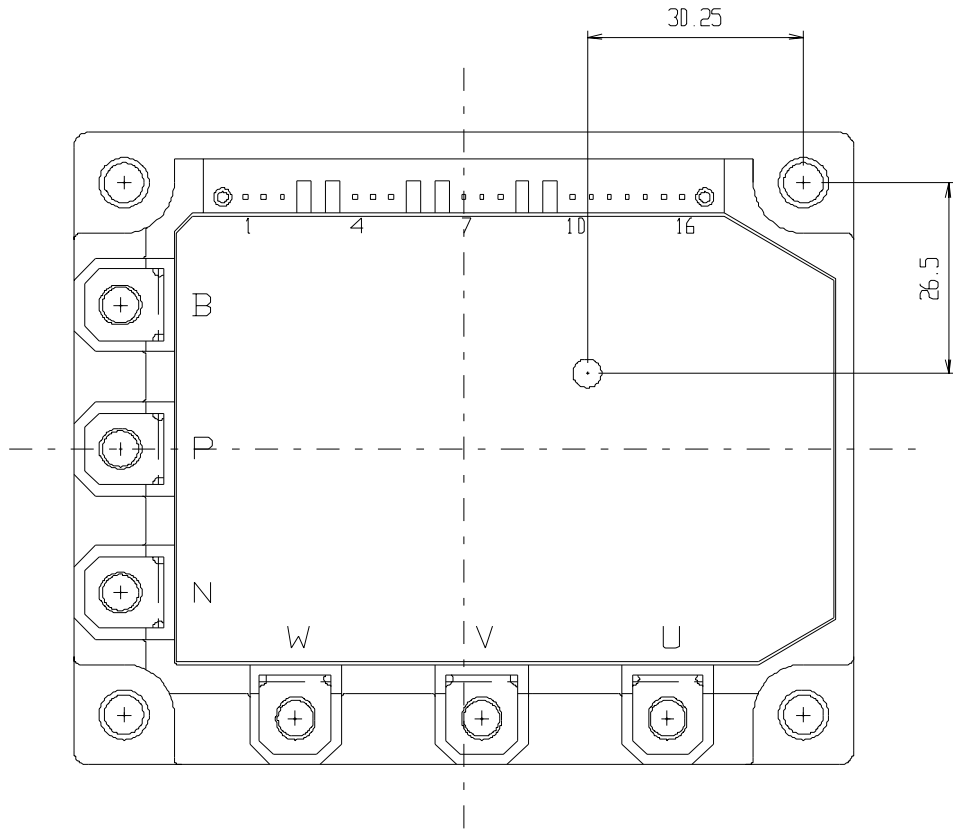
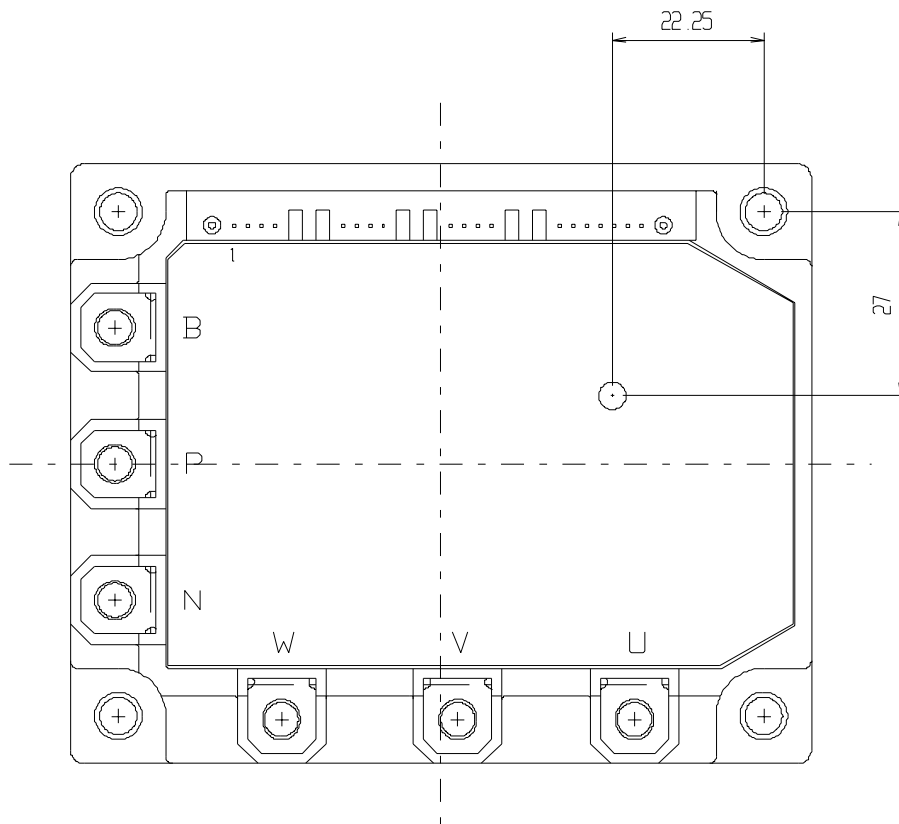

図 3-3 TcOH 検出位置 (P610)
図 3-6 TcOH 検出位置 (P621)
- ・ T_{cOH} 検出位置を図 3-3～図 3-6 に示します。